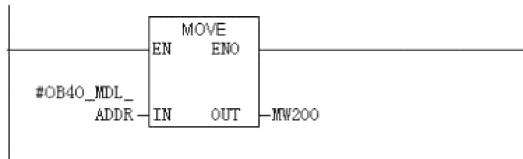

图 5-31 完成块目录里出现 OB40
3) 在图 5-30 中, 选择 0 通道下降沿和 1 通道上升沿, 也就是 I124.0 的下降沿和 I124.1 的上升沿触发中断事件, 默认的中断组织块是 OB40, 然后单击“确定”。最后编译保存, 生成系统数据, 如图 5-31 所示。